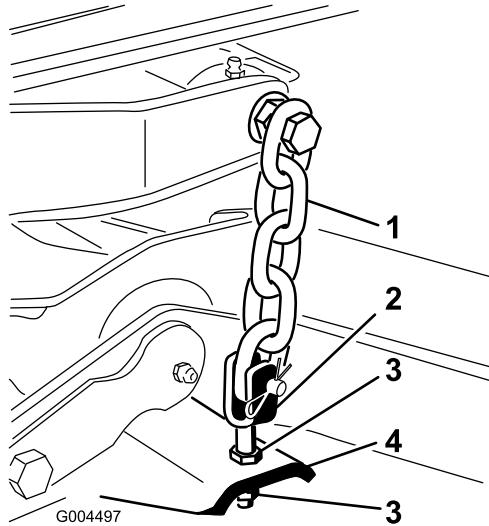

Figure 24
8. Ajustez les écrous de blocage qui fixent les chapes/chaînes au plateau de coupe jusqu'à ce que le plateau de coupe soit de niveau (Figure 24).
7. Ajustez les écrous de blocage qui fixent les chapes/chaînes au plateau de coupe pour éléver l'arrière du plateau de coupe de sorte à obtenir une inclinaison de la lame de 8 mm (Figure 24).